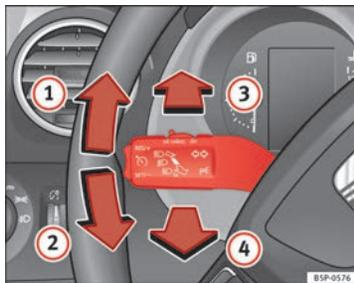

Fig. 77 Manípulo das luzes indicadoras de mudança de direcção e dos máximos
- Carregar a alavanca para cima, até ao batente para cima ⇒ Fig. 77 ①, para piscar à direita ou para baixo ②, para piscar à esquerda.
- Se os médios estiverem ligados, pressione o manípulo para a frente ⇒ Fig. 77 ③ para ligar os máximos.
- Pressione o manípulo na direcção do volante ⇒ Fig. 77 ④ para desligar os máximos.